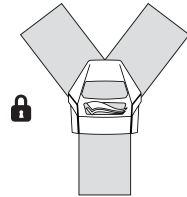

Abb. 3b
- Schließen Sie den Gurtverteiler. (Abb. 3b)